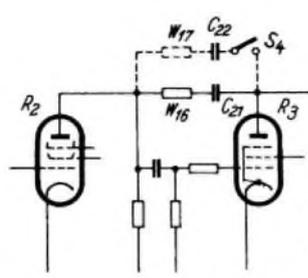

Bild 6. Die Schaltung der Rückkopplung der NF-Gegenkopplung
**2) Gegenkopplung im NF-Teil.** Durch die Rückkopplung im Eingangskreis steht ein Überschuß an Verstärkung zur Verfügung, der dazu benutzt werden kann, im NF-Teil eine Gegenkopplung mit ihren bekannten Auswirkungen einzuführen: Verringerung der Verzerrungen, Verbesserung der Frequenzkurve und Unabhängigkeit von der genauen Anpassung im Ausgangskreis. Es kann jede beliebige Gegenkopplungsschaltung eingebaut werden. Beim Versuchsgesetz wurde die allereinfachste Form nach Bild 6, die nur einen Widerstand und einen Kondensator benötigt (W16, C21), eingebaut. Wer noch eine Lautstärkeregelung im NF-Teil haben will (der Drehkondensator des Eingangskreises muß sonst zur Lautstärkeregelung benutzt werden), kann diese durch Einbau der in Bild 6 gestrichelt eingezeichneten Teile W17, C22, S4 in gebräuchlicher Weise in stufenweiser Form erreichen. Sie ergibt eine vermehrte Gegenkopplung.